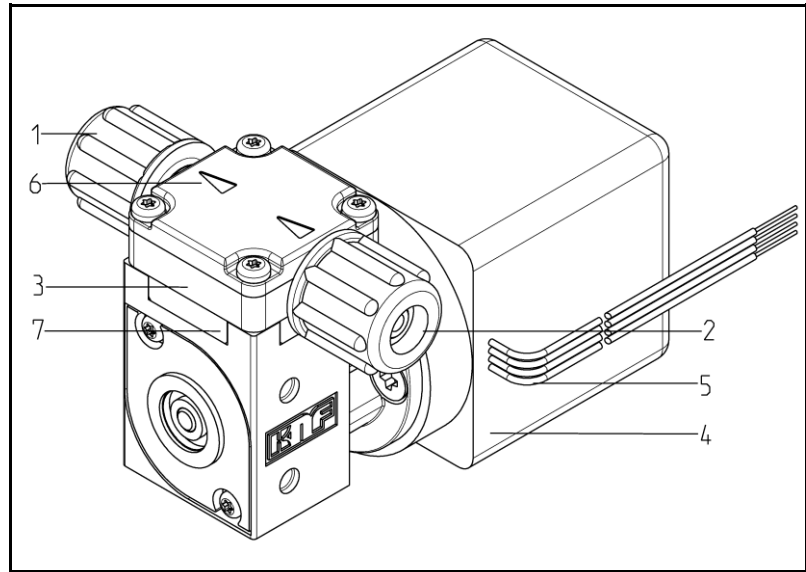

Fig. 1: Membran-Flüssigkeitspumpe NF1.25
* Der Pumpenkopf besteht aus Zwischenplatte und Anschlussplatte (Fig. 1)